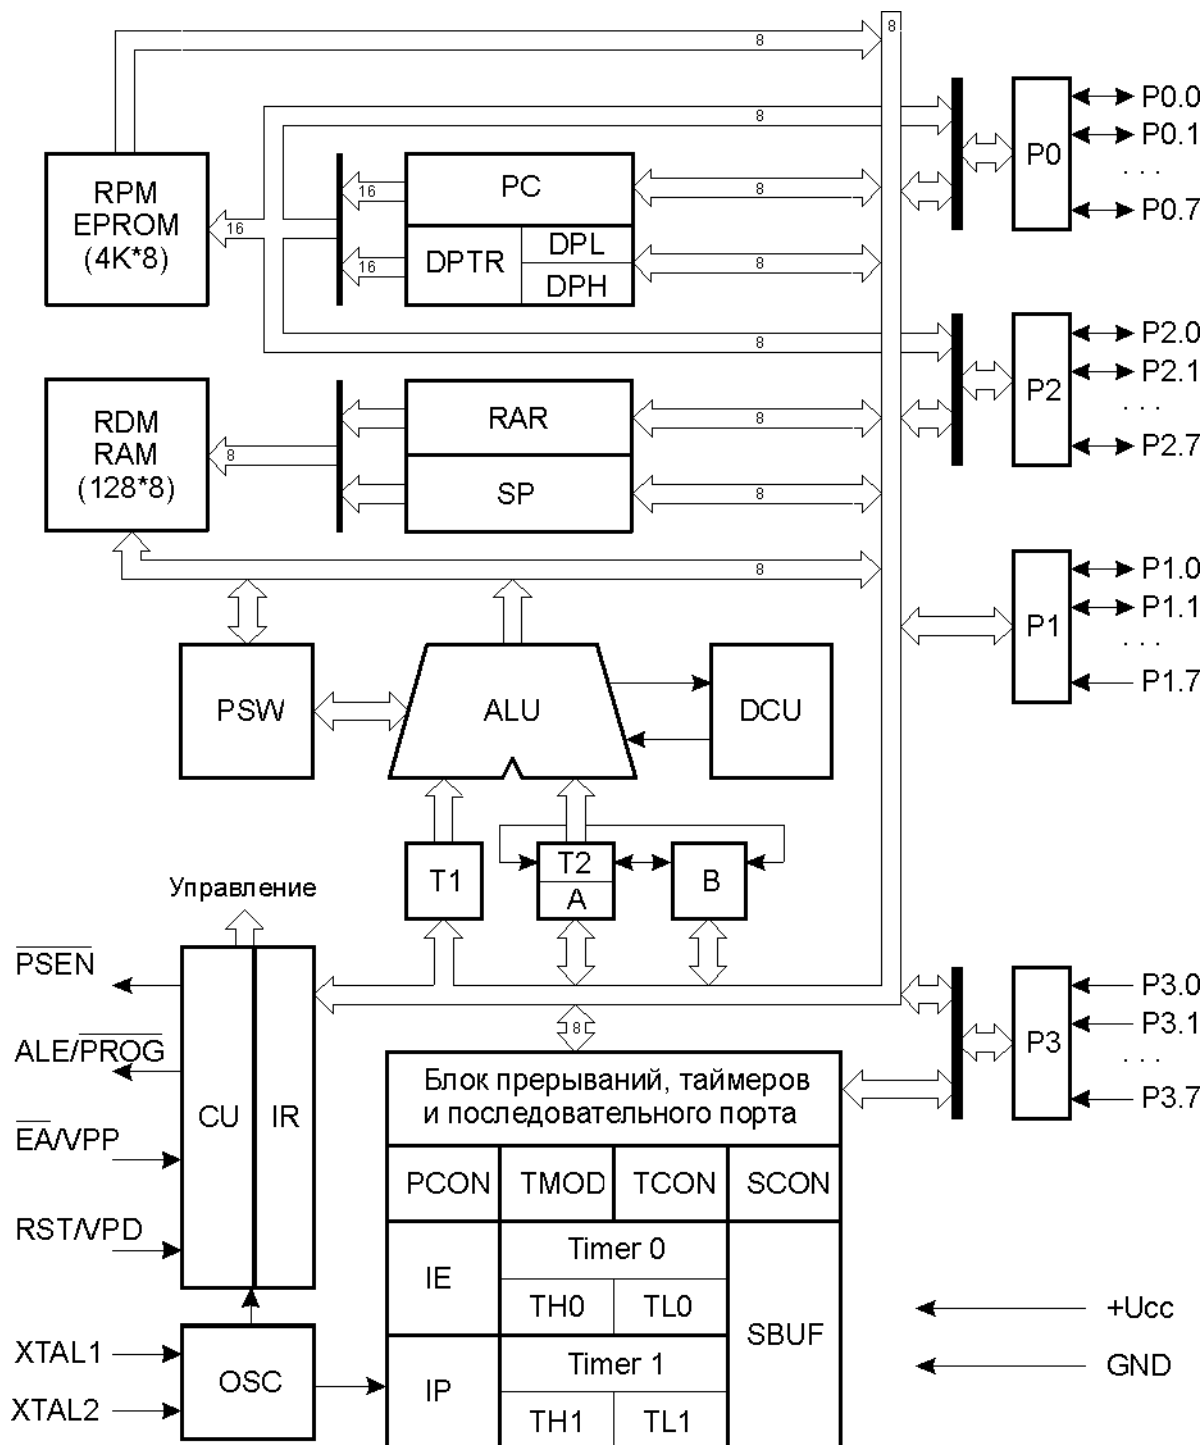

Рис. 1. Структурная схема микроконтроллера KM1816BE51
Микроконтроллер выполнен на основе высокоуровневой n-МОП технологии. Через четыре программируемых параллельных порта ввода/вывода и один последовательный порт микроконтроллер взаимодействует с внешними устройствами. Основу структурной схемы (рис. 1) образует внутренняя двунаправленная 8-битная шина, которая связывает между собой основные узлы и устройства микроконтроллера: резидентную память программ (RPM), резидентную память данных (RDM), арифметико-логическое устройство (ALU), блок регистров специальных функций, устройство управления (CU) и порты ввода/вывода (P0-P3).